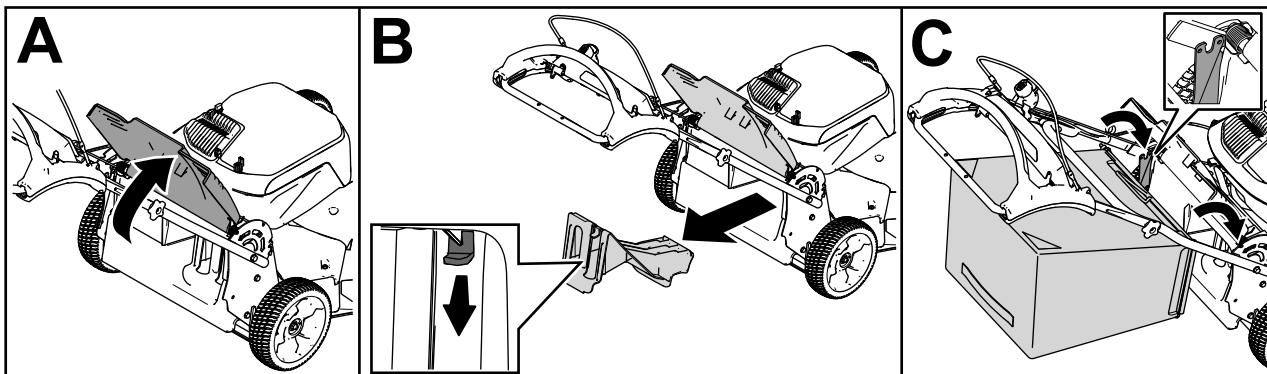

Figure 18
1. Soulevez le déflecteur arrière et maintenez-le dans cette position (A de Figure 18).
2. Retirez l'obturateur d'éjection arrière en appuyant sur le dispositif de verrouillage avec le pouce et en tirant l'obturateur hors de la machine (B de Figure 18).
3. Placez la tige du bac dans les crans à la base de la poignée et agitez le bac d'avant en arrière pour vous assurer que la tige est bien engagée au fond des deux crans (C de Figure 18)